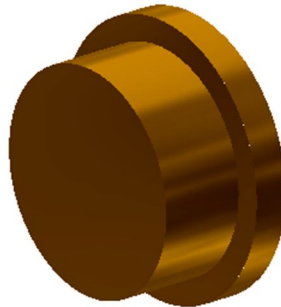

Рис. 3.2. Второй цилиндрический элемент
2. Достройте второй цилиндр аналогично, выбрав качестве рабочей плоскости верхнюю грань цилиндра, задав диаметр 13 мм, в высоту 5 мм (рис. 3.2).